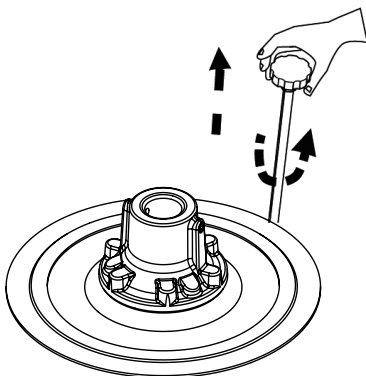

Fig. 10
1. Retire el tapón de purga del plato seguidor (fig. 10).